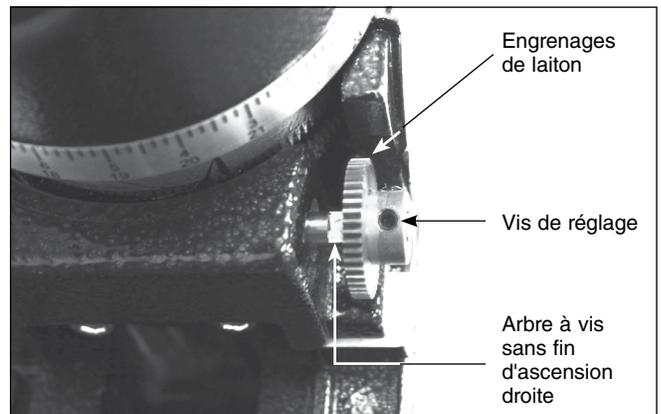

Figure 5. Orientation correcte des engrenages de laiton pour l'axe d'ascension droite
4. Faites glisser l'extrémité dentée de l'un des petits engrenages en laiton sur l'arbre à vis sans fin comme sur la **Figure 5**. Faites tourner le petit engrenage en laiton de façon à ce que l'une des vis de réglage appuie contre la partie plate de l'arbre à vis sans fin d'ascension droite. Fixez le petit engrenage en laiton en serrant les vis avec la clé hexagonale de 2 mm incluse, mais ne serrez pas trop. Vous pourriez avoir à effectuer de petits ajustements à la position de l'engrenage dans l'étape suivante pour assurer un bon engagement de l'engrenage.